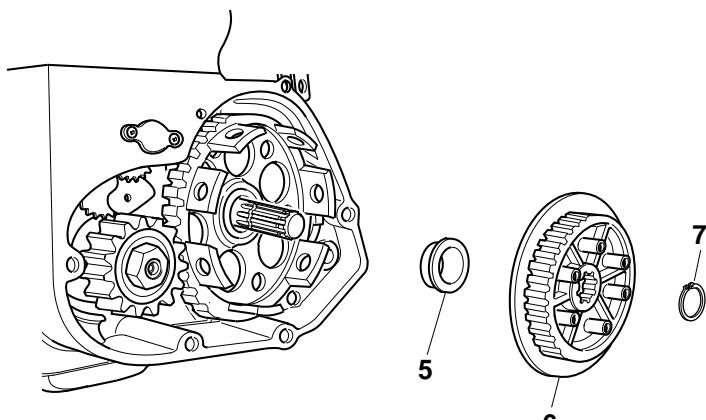

Fig. 40
4. Inserire la ranella o dado "5" (Fig. 40 di spessore **6,6 mm.** e il tamburo fri-zione "6" con relativo anello seeger "7" di bloccaggio.
4. Inserting the washer or nut "5" (Fig. 40) of thickness **6,6 mm.** and the clutch drum "6" with relative seeger ring" 7" .
4. Scheibe mutter "5" (Abb.40) von **6,6 mm.** Dicke und Kupplungstrommel "6" mit Seegerring "7" einsetzen.
4. Insérer la rondelle o ecrou "5" (fig.40) d'épaisseur **6,6 mm.** et le tambour d'embrayage "6" avec relatif circlip de blocage "7".